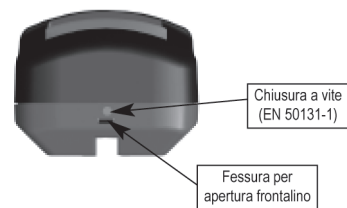

Fig. 2
Rimuovere il frontalino premendo sulla fessura d'apertura riportata in fig. 2, per accedere alla scheda elettronica.
2. rimuovere il frontalino premendo sulla fessura d'apertura riportata in fig. 2;